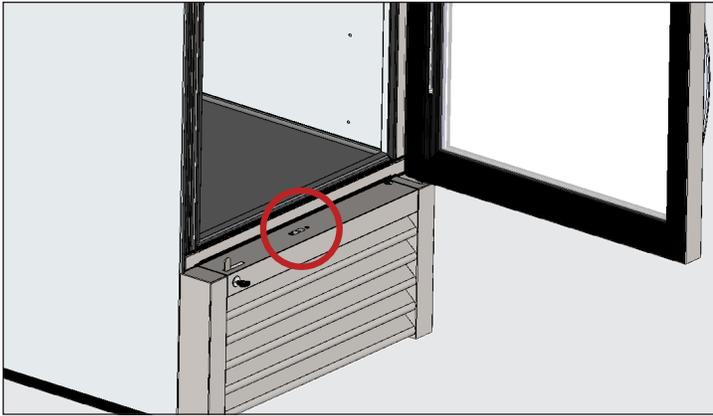

Fig. 1 Rimuovere la vite superiore dalla griglia a persiana.
2. Togliere la griglia frontale dall'elettrodomestico. Si veda la fig. 1